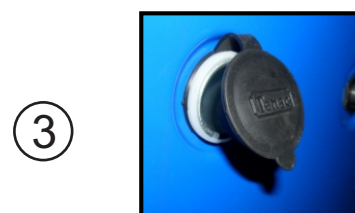

Fig. 3-9C - Utičnica za punjenje mobilnog telefona
- ② Utičnica za punjenje mobilnog telefona (Fig 3-9c)
- ③ Svetlo upozorenja.
- ④ Prekidač za radno svetlo (Samo na nekim modelima)